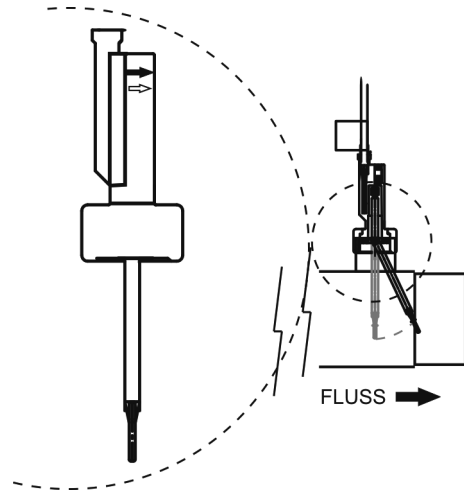

Abb. 11b
3. Auf dem Flussdetektorkopf ist ein Pfeil markiert. Darauf achten, dass der Pfeil parallel zur Rohrachse steht und in Wasserflussrichtung zeigt (Abb. 11b).